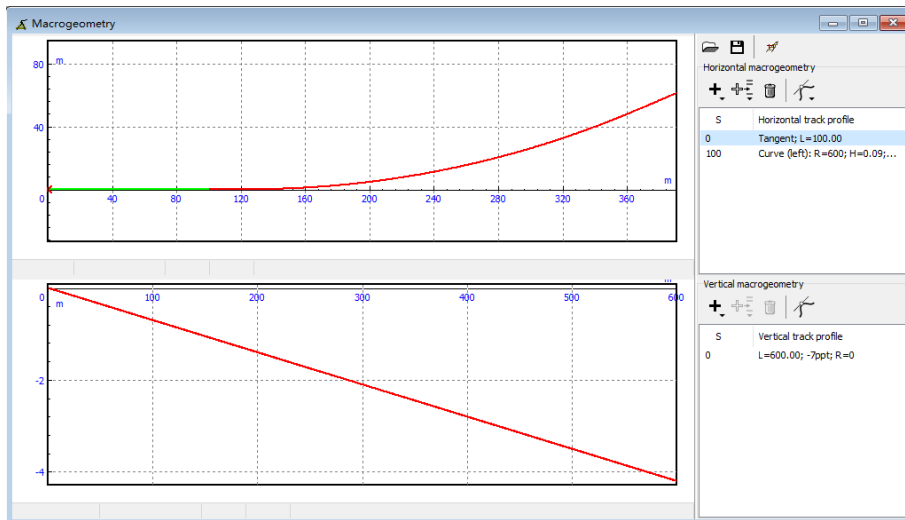

图 1.14
5. 点击 **Apply**，最终得到如图 1.14 所示的铁路线形。